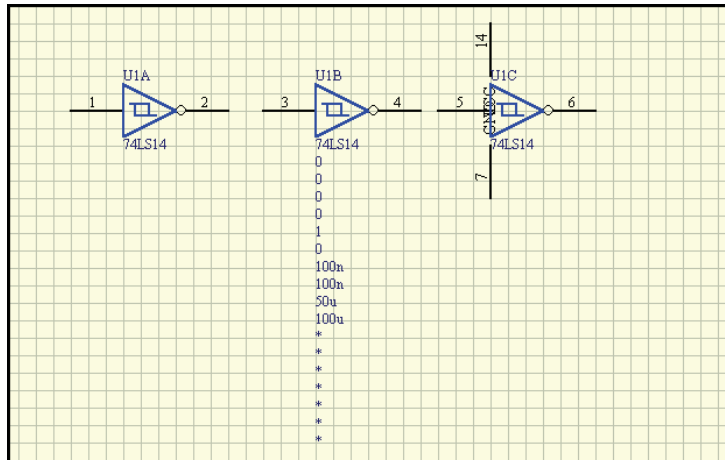

图 2-28 显示元器件数据域的元器件
- “Hidden Fields”：用于设置是否显示元器件标注（共 16 个标注项），即是否显示“Part Fields”选项卡中的元器件数据域。如果元器件标注栏里没有文字的话，将显示“*”号。如图 2-28 所示的中间的 U1B 元器件即显示了元器件数据域。